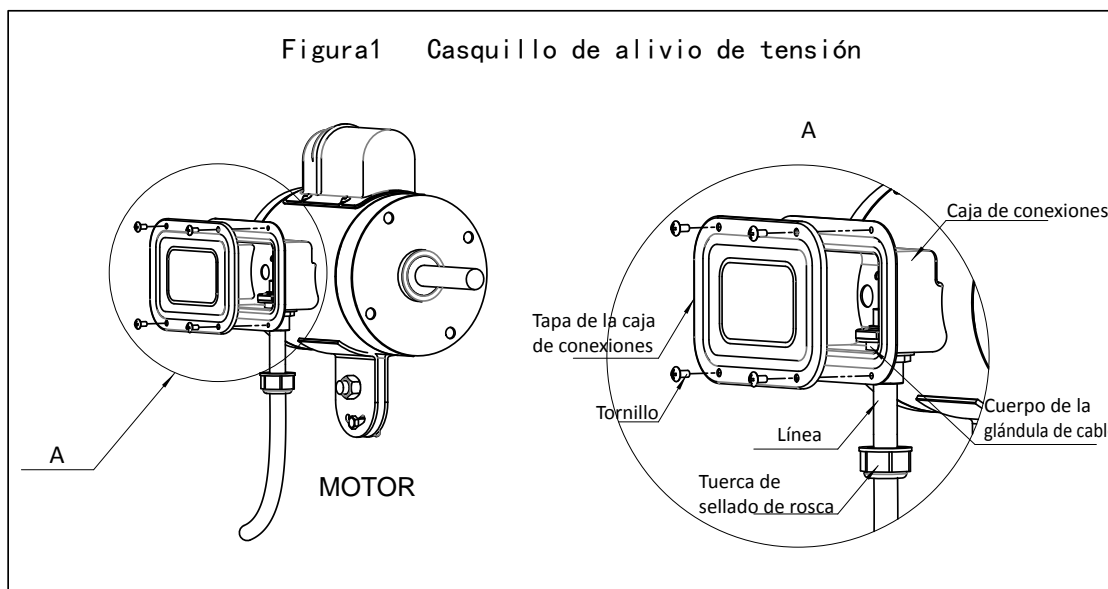

Figura 2
4. Siga el diagrama de cableado (Figura 2: 115V/60Hz, Figura 3: 230V/60Hz y la tabla 1: Enchufe y toma de corriente) para obtener las conexiones adecuadas.